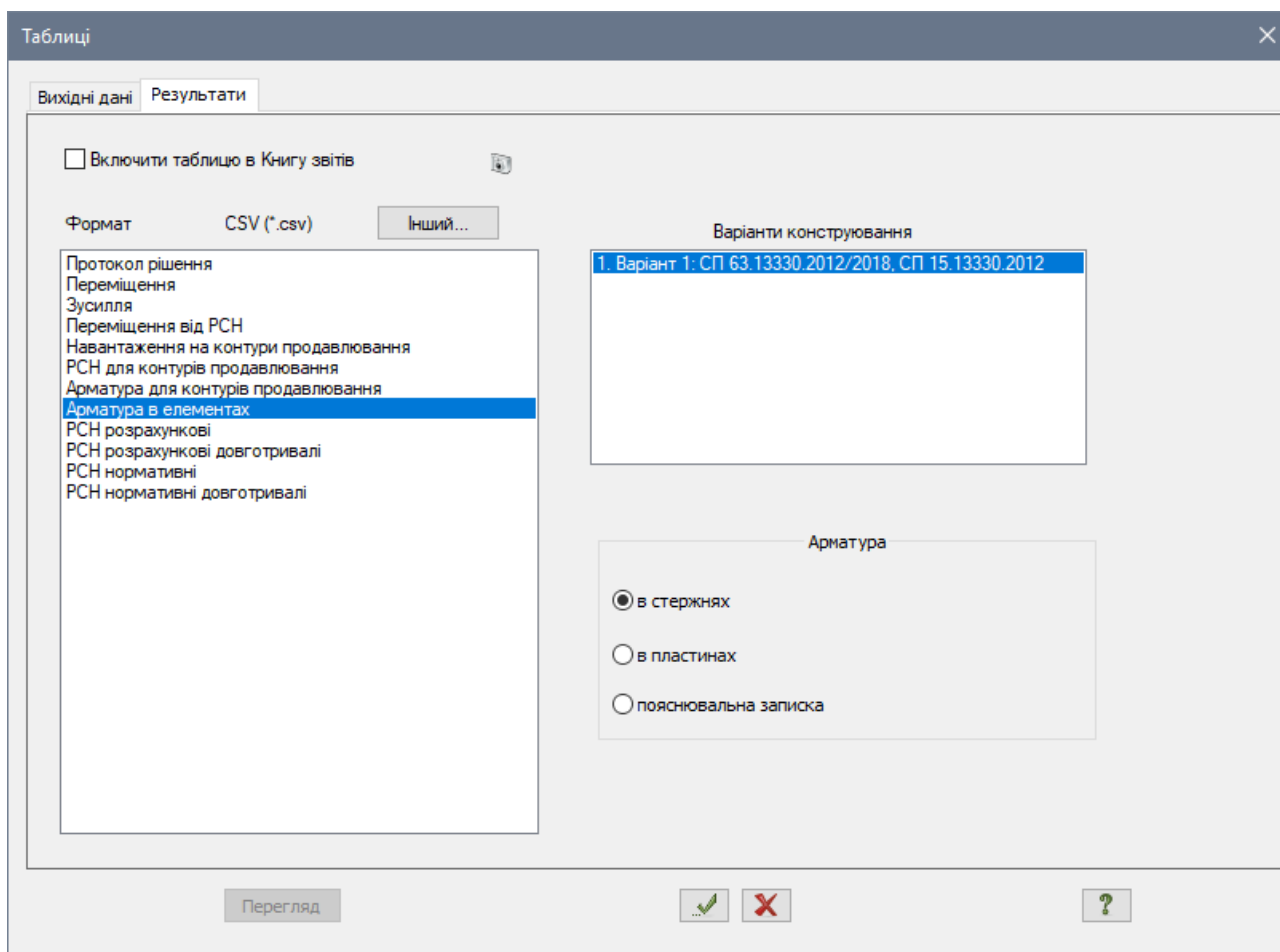

Рис. 23.40. Діалогове вікно **Стандартні таблиці**
- Викличте діалогове вікно **Таблиці** (рис. 23.40), обравши команду  – **Таблиці результатів для ЗБ** у розкритому списку **Документація** (панель **Таблиці** на вкладці **Залізобетон**).